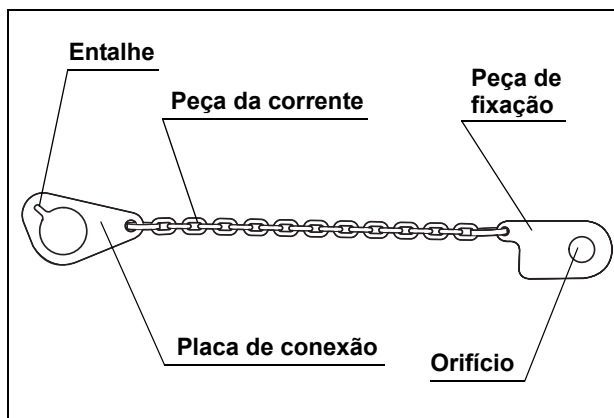

Figura 2.1
1. Certifique-se de que a corrente da tampa impermeável não apresenta fendas, imperfeições, desgaste ou outros danos (consulte Figura 2.1).